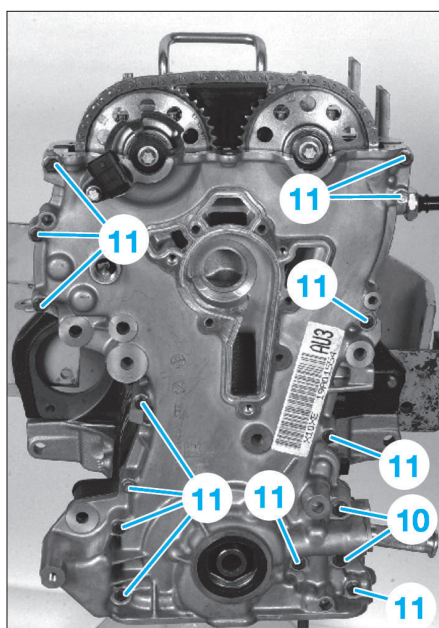

Fig. 10
- Déposer le carter de distribution en dévissant les 2 vis M10 (10) et les 13 vis M6 (11) (Fig.10).